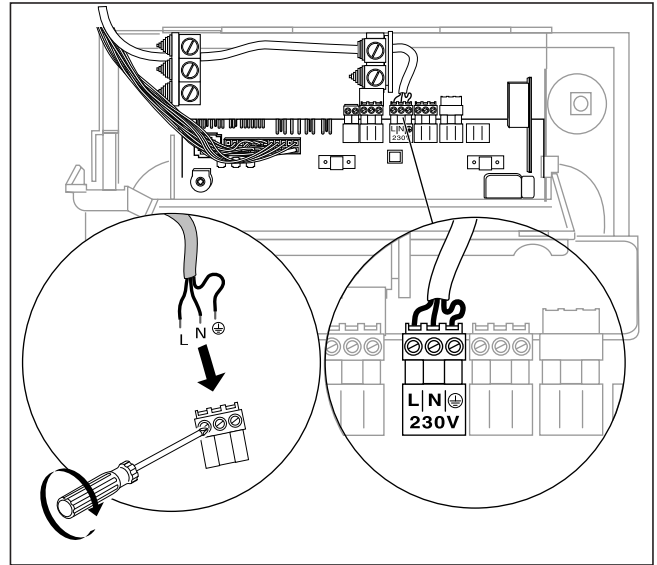

Fig. 4.4 Conectar la alimentación desde la red
Las calderas Vaillant están equipadas con clavijas de conexión del sistema Pro E para facilitar la instalación eléctrica y están completamente cableadas. La alimentación desde la red y todos los demás cables de conexión (p. ej. la bomba de calefacción, etc.) pueden conectarse a las respectivas clavijas del sistema Pro E previstas para ello (ver fig. 4.4 y 4.5). Los cables de red y de baja tensión (p. ej. los cables del sensor) tienen que instalarse con una separación física.
- Conectar fijamente la alimentación desde la red en la clavija Pro E (ver fig. 4.4 y 4.5).